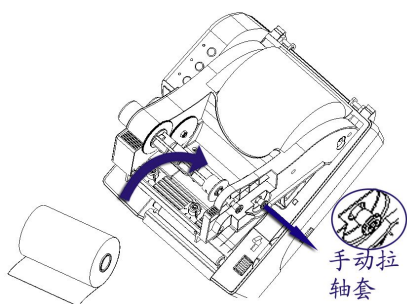

图 2.5.2
- 2) 将碳带支撑架抬起至 30°左右的角度；（听到轻微的“啪”提示声，碳带支撑架将保持此位置不动）将碳带发放轴处的手动拉轴套向外轻拉，使碳带发放轴置于原位置，松开手动拉轴套，发放轴碳带安装完毕（见图 2.5.2）；